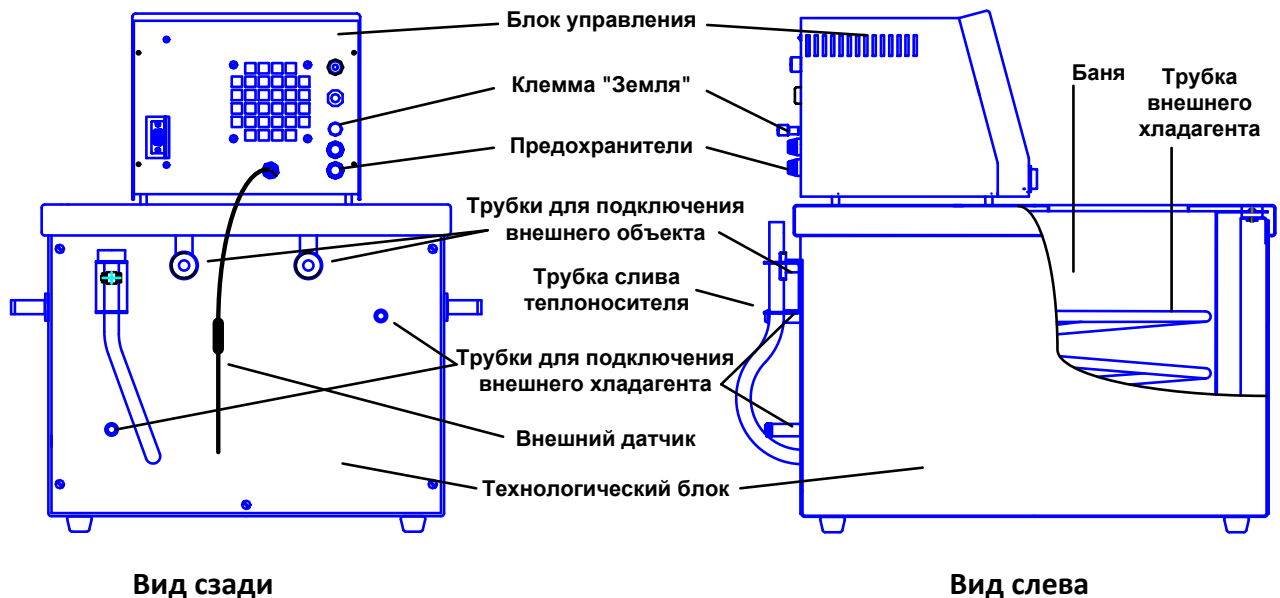

Рисунок 1. Общий вид термостата
1.5.3.2 Конструктивно термостат (рисунок 1, 3) включает в себя блок управления и технологический блок, в состав которого входит теплоизолированная баня.
4.1.1 Подготовка к работе (рисунок 1,3).
- 4.2.2 Подготовка к работе (см. рисунок 1,3).